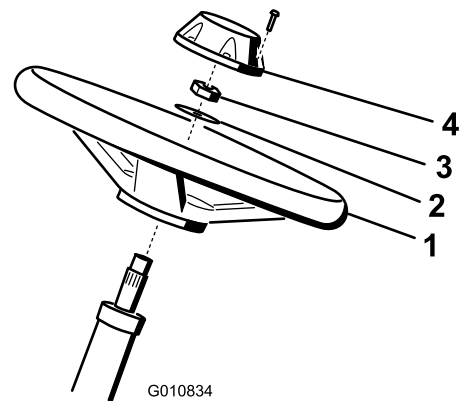

Figura 6
- Deslice el volante sobre la columna de dirección (Figura 6).
- Deslice la arandela sobre la columna de dirección (Figura 6).
- Sujete el volante a la columna con una contratuerca y apriétela a entre 27 y 35 N·m (Figura 6).
- Sujete el embellecedor al volante con 6 pernos (Figura 6).